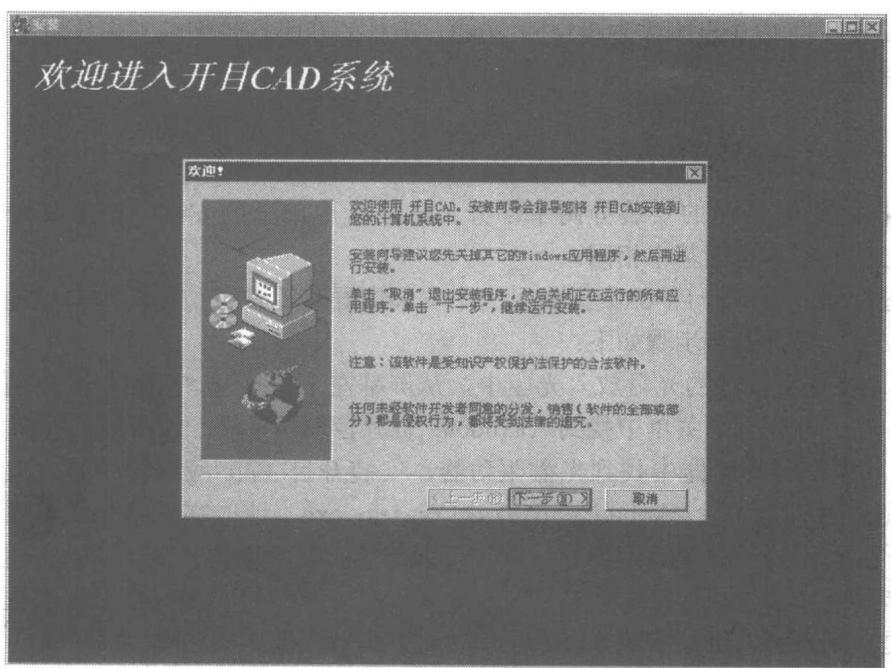
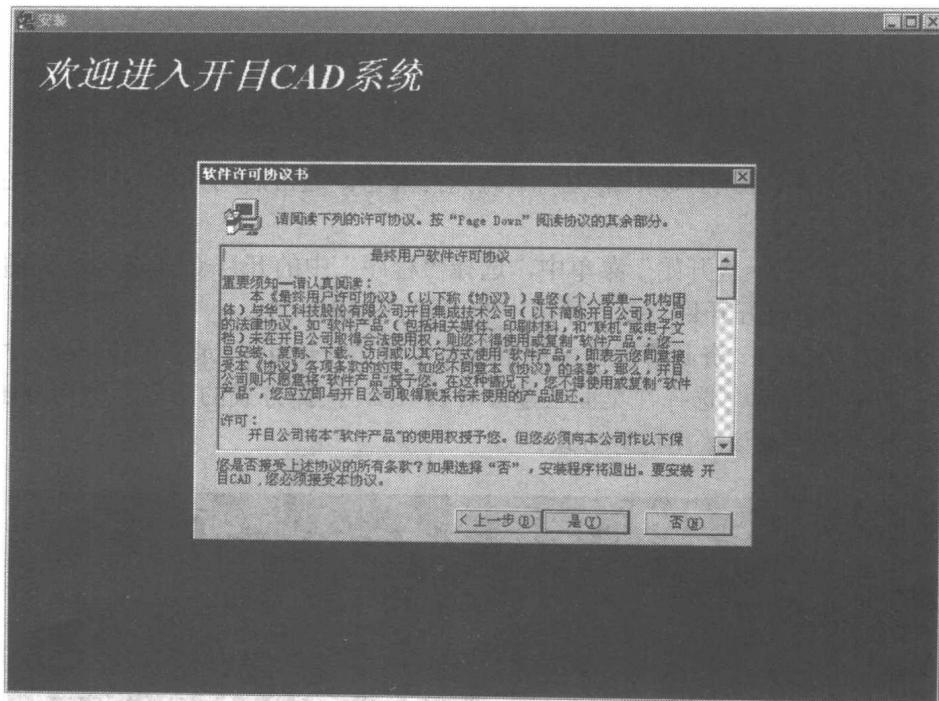

图 1-2 “欢迎”界面
图 1-3 “软件许可协议书”对话框
2. 在资源管理器中找到光盘驱动器，安装开目 CAD 应用程序时，双击 G (设光盘为 G 盘)：\kmcad\cad\disk1\setup.exe，这时在屏幕上将出现如图 1-2 所示的开目 CAD 的欢迎界面，用户可通过单击其底部的〈下一步〉按钮，继续安装开目 CAD。这时系统将出现图 1-3 所示的“软件许可协议书”对话框，若点〈是〉则系统将继续安装，同时出现“用户信息”输入对话框。